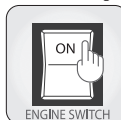

Fig. 4
6. Impostare il pulsante ENGINE SWITCH in posizione "ON" (Fig. 4).